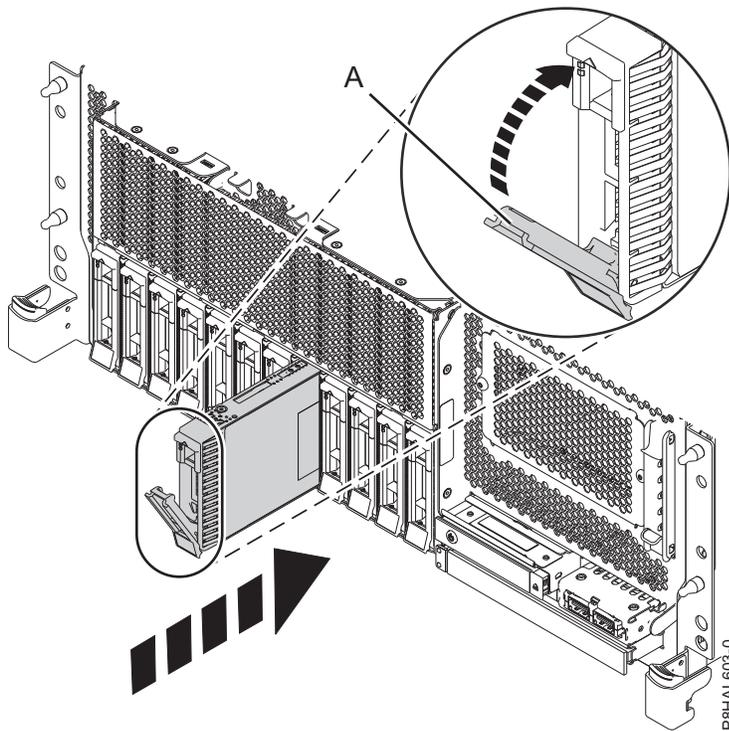
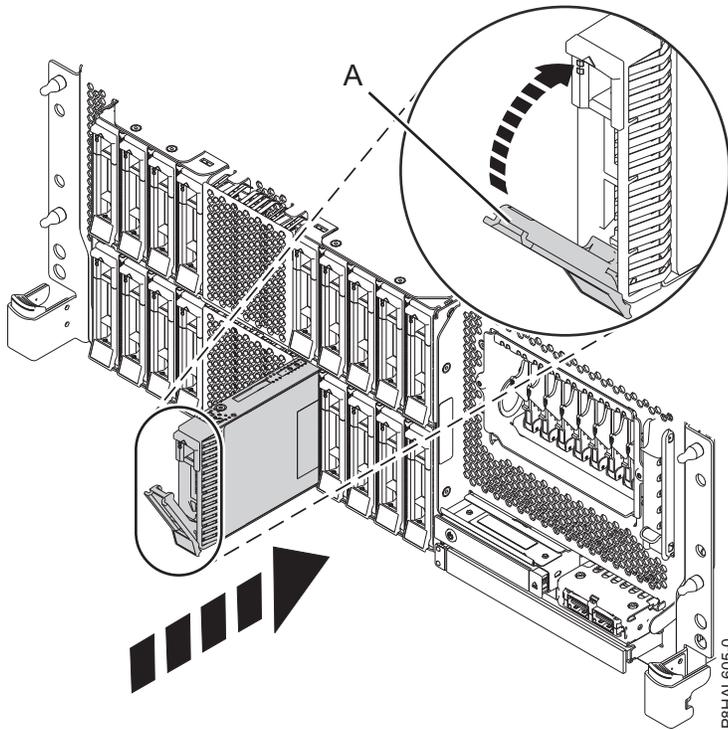

Abbildung 79. Plattenlaufwerk in einem Einschubsystem mit Basisfunktionen austauschen
Abbildung 80. Plattenlaufwerk in einem Einschubsystem mit erweiterten Funktionen austauschen
3. Entriegeln Sie den Griff (A) des Laufwerks, indem Sie ihn zusammendrücken und zu sich hin nach außen ziehen. Wird der Griff nicht ganz nach außen gezogen, lässt sich das Laufwerk nicht in das System einschieben. Siehe Abb. 79, Abb. 80 auf Seite 90, Abb. 81 auf Seite 91 und Abb. 82 auf Seite 92.
7. Wenn die Kennzeichnungs-LED leuchtet, ohne zu blinken, schieben Sie das Laufwerk ganz in das System ein und drücken den Griff des Laufwerks (A) ein, bis er einrastet (siehe folgende Abbildung). Abb. 79, Abb. 80 auf Seite 90, Abb. 81 auf Seite 91 und Abb. 82 auf Seite 92.